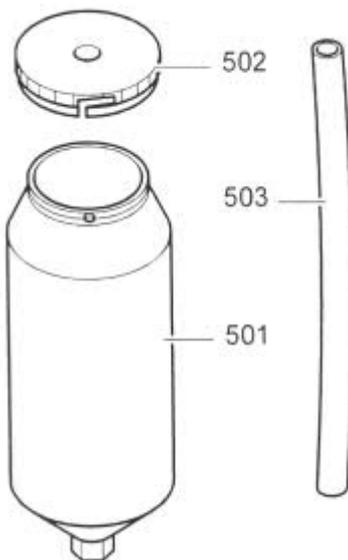

Abb. 7
Farbbecher, 2.5 Liter (Abb. 7)	BJ 000 971 0812
- **Farbbecher 2,5 l Inhalt (Abb. 7)**